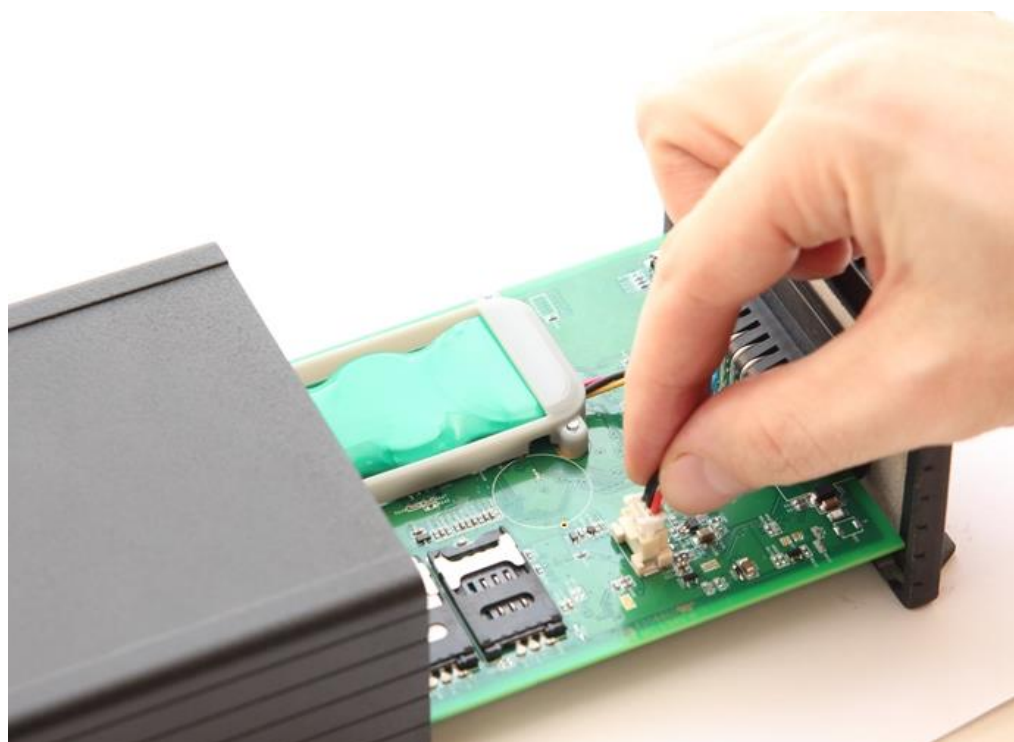

Рисунок 4.4.
9. Подключите аккумуляторную батарею к разъему (рисунок 4.4).